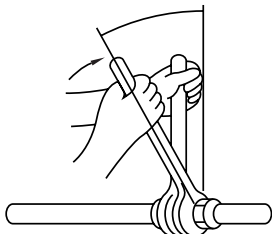

Fig. 5-8
- Appliquer une fine couche d'huile de réfrigérant sur la surface du siège de conduite. (Fig. 5-8)